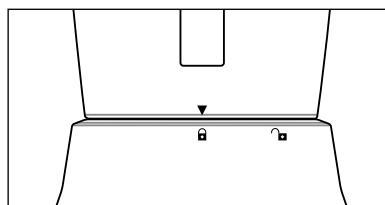

Afb. 2
- 4) Druk vervolgens het deksel **2** weer vast op het mix-opzetstuk **3**. Sluit het deksel **2** door het rechtsom naar de positie  te draaien tot het deksel hoorbaar vastklikt (zie afb. 2).